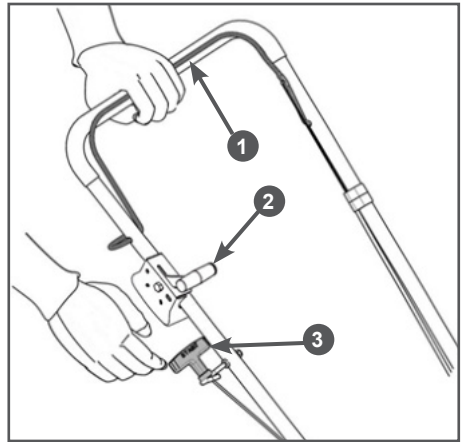

Рис. 12 Запуск двигателя
Перед запуском двигателя, несколько раз задействуйте рычаг 1 остановки двигателя (Рис. 12). Убедитесь, что трос остановки двигателя движется свободно, и что рычаг остановки двигателя работает должным образом.
новки двигателя левой рукой (Рис. 12).
При возникновении аварийной ситуации, для экстренной остановки двигателя отпустите рычаг 1 остановки двигателя (Рис. 12).
4. Отпустите рычаг 1 остановки двигателя (Рис. 12).